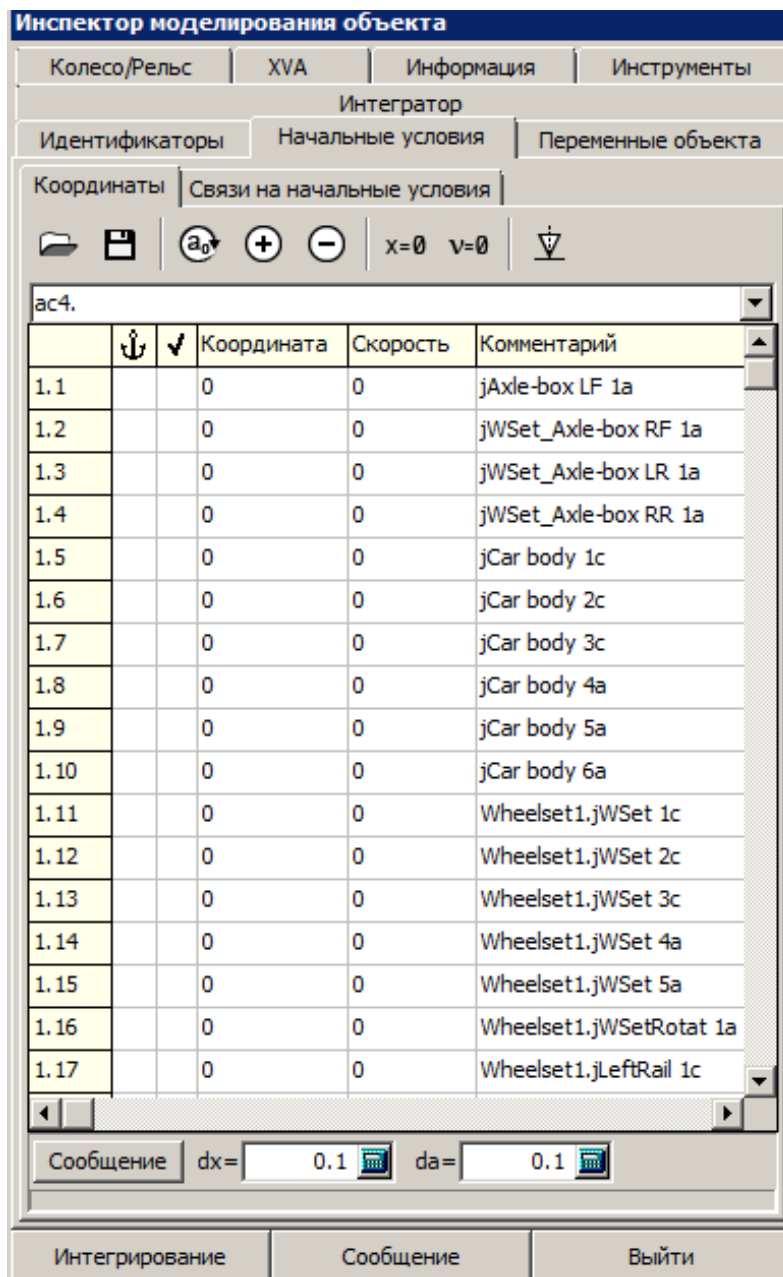

Рис. 4.109. Задание начальных условий
Работа с мастером автоматизированного выбора начальных данных (см. рис. 4.109) требует определенных навыков.
Значком **✗** помечаются координаты в разрезанных шарнирах, рис. 4.109.
- **Список команд контекстного меню, рис. 4.109**
Сообщение INITIAL_MESSAGE. Подает сообщение в файл управления с указанным ключом, так же как и верхняя кнопка **Сообщение** на рис. 4.109. Используется только при программировании в файле управления, см. Главу 5.
Решение уравнений связей не найдено из-за неудачно выбранного начального приближения. Измените значения координат с использованием окна на рис. 4.109, приблизив конфигурацию к желаемой, и выполните расчет конфигурации заново.
Программа рассчитала конфигурацию, которая не устраивает пользователя. Эта проблема связана с неоднозначностью решения системы нелинейных алгебраических уравнений. Используя мастер задания начальных условий (рис. 4.109), подберите значения координат, близкие к желаемой конфигурации механизма и повторите расчет.
После выбора зафиксированных координат индексы фиксации следует сохранить в файл с именем задачи и с расширением fix (файл фиксации) с помощью команды контекстного меню **Сохранить фиксацию**, рис. 4.109. При наличии такого файла в каталоге модели программа будет автоматически подгружать его при определении начальных условий и корректно рассчитывать угловые скорости тел.